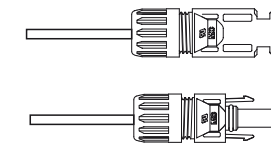

Figura 5.16 Conector com porca aparafusada
4. Insira o conector de metal na parte superior do conector e aperte a porca com torque de 2,5 a 3 Nm (consulte a figura 5.16).